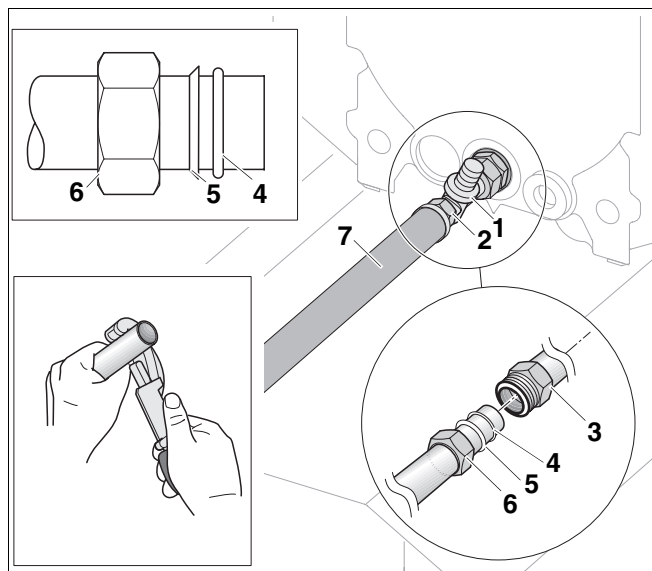

Рис. 9 Установка резьбового соединения с зажимным кольцом на соединительную трубу RS
- Надеть накидную гайку (рис. 9, поз. 6), зажимное кольцо (рис. 9, поз. 5) и кольцо Ø 26 x 3 (рис. 9, поз. 4) на (обрезанную) горизонтальную соединительную трубу RS (рис. 9, поз. 7).
- Прикрутить соединительную деталь (рис. 9, поз. 3) с установленным уплотнением (рис. 9, поз. 2) к заднему отводу тройника (рис. 9, поз. 1; входит в поставку отопительного котла).
- Вставить соединительную трубу RS (рис. 9, поз. 7) с накидной гайкой (рис. 9, поз. 6), зажимным кольцом (рис. 9, поз. 5) и кольцом (рис. 9, поз. 4) в соединительную деталь (рис. 9, поз. 3) и закрутить (при затягивании контргайки удерживать соединительную деталь от прокручивания).